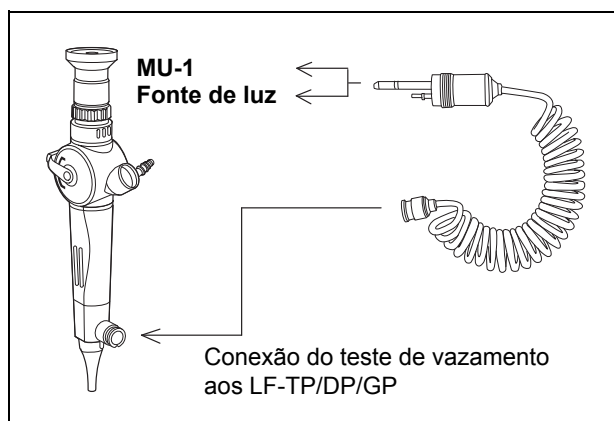
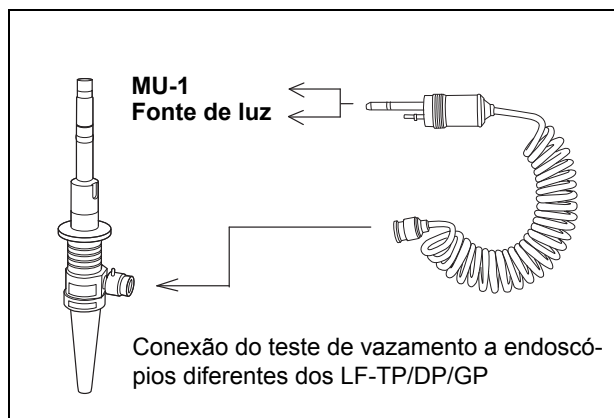

Figura 3.8
Figura 3.9
2. Insira o conector do aparelho de teste de vazamento na tomada da unidade de manutenção (MU-1) ou da fonte de luz e ligue a unidade de manutenção ou a fonte de luz. Ajuste o botão de fluxo de ar da fonte de luz para "HIGH" ou "3" (consultar Figura 3.8 para os LF-TP/DP/GP ou Figura 3.9 para outros endoscópios).
4. Para os LF-TP/DP/GP, ligue o aparelho de teste de vazamento ao conector de ventilação na seção de controle do endoscópio (consultar Figura 3.8).
5. Para endoscópios diferentes dos LF-TP/DP/GP, ligue o aparelho de teste de vazamento ao conector de ventilação no conector do endoscópio (consultar Figura 3.9).